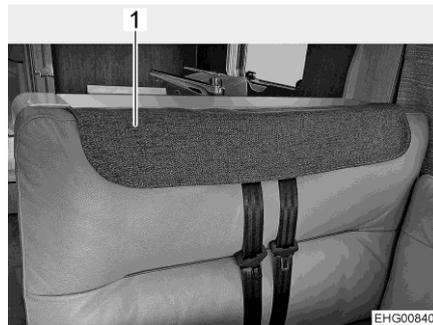

Fig. 61 Cubierta para cinturones de seguridad instalada
Quando el vehículo está colocado, los reposacabezas pueden retirarse del cojín del respaldo del banco para que sea posible sentarse más cómodamente. Las aberturas para los reposacabezas y el recorte para los cinturones de seguridad pueden cubrirse con una cubierta para cinturones de seguridad (Fig. 61,1).
- Colocar la cubierta para cinturones de seguridad sobre el recorte para los cinturones de seguridad (Fig. 61).